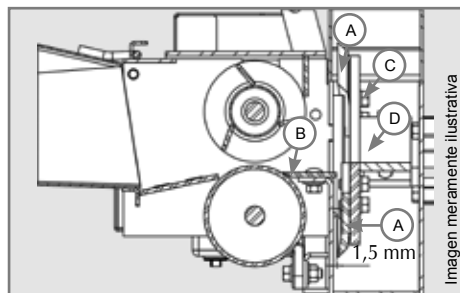

Figura 14
Para afilarla, retire los tornillos (C) que fijan la cuchilla (A) en el disco (D) según se indica en la Figura 14, y retire la cuchilla. Utilice una herramienta adecuada o una lima manual, afile una cuchilla de cada vez y móntela en el mismo lugar que fue retirada para no perjudicar el equilibrio del disco.
- ✓ La distancia entre la cuchilla (A) y la contracuchilla (B) debe ser de aproximadamente 1,5 mm, conforme mostrado en la figura 14.